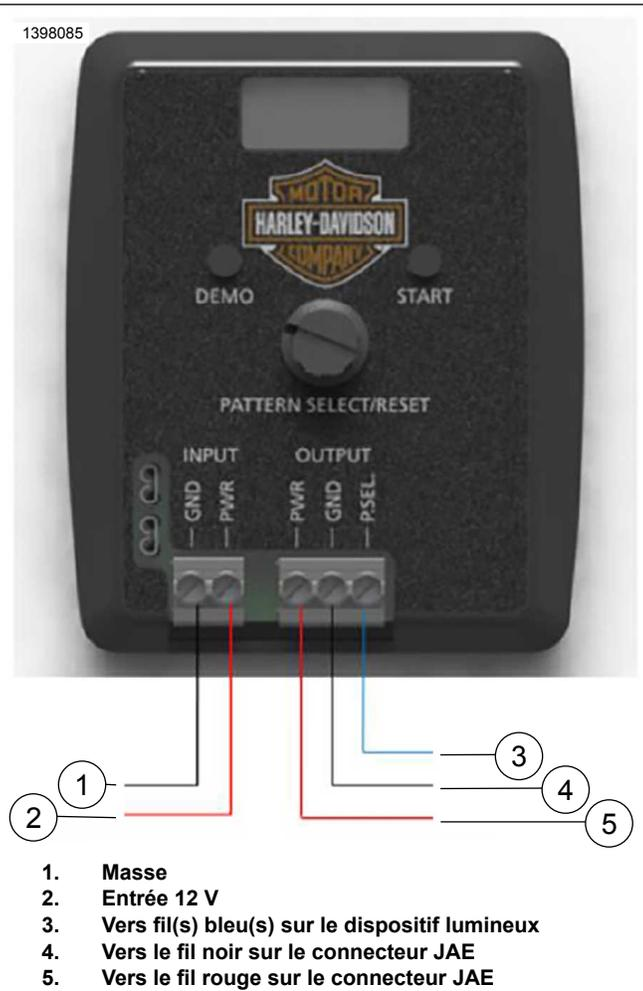

Figure 10. Configuration de la programmation des modèles
1. Voir la figure 10. Connecter la source d'alimentation 12 V au PSCP.
2. Voir la figure 10. Connecter le feu aux bornes de sortie (OUTPUT) du PSCP (nécessite un fil fourni par le concessionnaire).